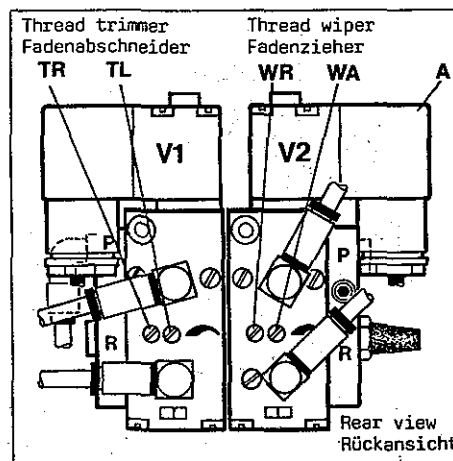
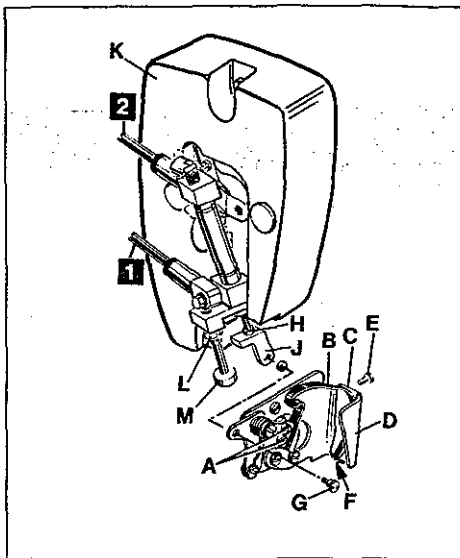
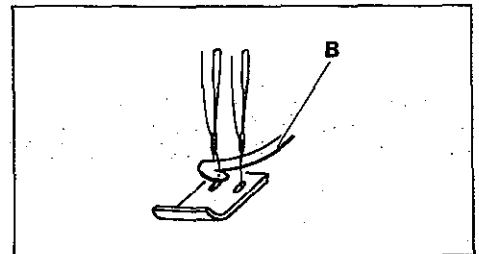
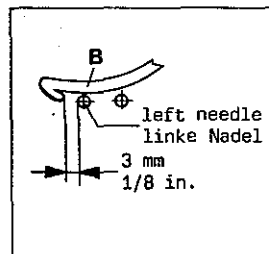

Fig. 51
Fig.52
Fig.54
Fig.55
6.1 Keep power and air supply of thread wiper disconnected by loosening the securing screw and pulling-out plug (A, Fig. 51) on valve (V2) and by disconnecting the PA-tubes (1 and 2, Fig. 52) on the air cylinder of the wiper.
When the hook (B, Fig. 54) returns from left to right it must catch the needle threads and draw them to leaf spring (C, Fig. 52) for clamping.
For adjustment loosen screws (A, Fig. 52), set as required and retighten screws.
6.2 The wiper hook (B, Fig. 52) and leaf spring (C) for clamping the needle threads should be approximately flush at point (F) when the hook (B) is in its right end position.
After loosening screw (E, Fig. 52) set the lower end of leaf spring flush to the lower edge of bracket (D) at point (F). Retighten screw (E).
For adjustment of hook (B, Fig. 52) loosen screw (G) and nut (H) and screw stop (J) in or out as required. Retighten nut (H) and reconnect wiper with screw (G).
6.1 Trennen Sie den Fadenzieher von der Strom- und Luftzufuhr durch lösen der Sicherungsschraube und herausziehen des Steckers (A, Fig. 51) am Ventil (V2) und durch Lösen der PA-Schläuche (1 und 2, Fig. 52) am Luftzylinder des Fadenziehers.
Wenn der Haken (B, Fig. 54) von links nach rechts zurück schwenkt muß er die Nadelfäden mitnehmen und zum Festklemmen zur Blattfeder (C, Fig. 52) ziehen.
Zur Einstellung lösen Sie die Schrauben (A, Fig. 52), stellen entsprechend ein und ziehen die Schrauben wieder an.
6.2 Der Haken für Fadenzieher (B, Fig. 52) und die Blattfeder (C) zum Klemmen der Nadelfäden müssen in der rechten Endstellung des Hakens (B) im Punkt (F) in etwa bündig sein.
Stellen Sie nach Lösen der Schraube (E, Fig. 52) das untere Ende der Blattfeder (C) bündig zur unteren Kante des Halters (D) bei Punkt (F). Ziehen Sie die Schraube (E) wieder an.
Zur Einstellung des Hakens (B, Fig. 52) lösen Sie die Schraube (G) und die Mutter (H) und schrauben den Anschlag (J), nach Bedarf ein oder aus. Ziehen Sie die Mutter (H) wieder an und verbinden Sie den Fadenzieher wieder mit der Schraube (G).
6.2 Stop screw (M, Fig. 52) limits the motion of the wiper hook to the left. Loosen nut (L) and set the stop screw (M) so that stop (J) strikes against it when the wiper hook (Z, Fig. 55) is 3 mm (1/8 in.) left of the left needle. Retighten nut (L, Fig. 52).
HINT: For disassembling head cover (K, Fig. 52) remove screw (G), the two head cover fastening screws and disconnect PA-tubes (1 and 2).
The speed for the movement of the thread trimmer mechanism to the left for cutting is regulated with screw (TL, Fig. 51) and the speed for the movement to the right in home position is regulated with screw (TR) on valve (V1).
The speed for the movement of the wiper hook to the left is regulated with screw (WL, Fig. 51) and the movement to the right in home position is regulated with screw (WR) on valve (V2).
6.2 Die Anschlagsschraube (M, Fig. 52) begrenzt den Weg des Hakens für Fadenzieher nach links. Lösen Sie die Mutter (L) und stellen Sie die Anschlagsschraube (M) so, daß der Anschlag (J) an ihr anschlägt, wenn der Haken für Fadenzieher (B, Fig. 55) 3 mm links der linken Nadel steht. Ziehen Sie die Mutter (L, Fig. 52) wieder an.
HINWEIS: Entfernen Sie zum Abnehmen des Kopfdeckels (K, Fig. 52), die Schraube (G) sowie die beiden Kopfdeckel-Befestigungsschrauben und lösen Sie die PA-Schläuche (1 und 2).
Die Geschwindigkeit für die Bewegung des Fadenabschneidermechanismus nach links zum Schneiden wird mit der Schraube (TL, Fig. 51) und für die Bewegung nach rechts in die Ruhestellung mit der Schraube (TR) am Ventil (V1) reguliert.
Die Geschwindigkeit für die Bewegung des Hakens für Fadenzieher nach links wird mit der Schraube (WL, Fig. 51) und für die Bewegung nach rechts in die Ruhestellung mit der Schraube (WR) am Ventil (V2) reguliert.